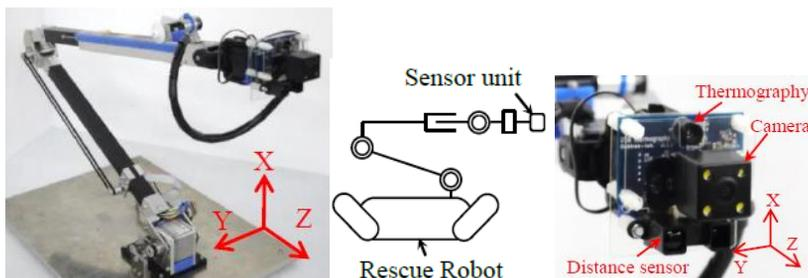

図1 マニピュレータ外観、マニピュレータ搭載レスキューロボット概略図、
- マニピュレータの先端に装着した赤外線距離センサから得られる奥行情報をもとに、温度測定位置の推定を行い、小型サーモグラフィモジュールを利用して広範囲な温度分布図を作成し、熱源を特定する方法を採用した(図1)。